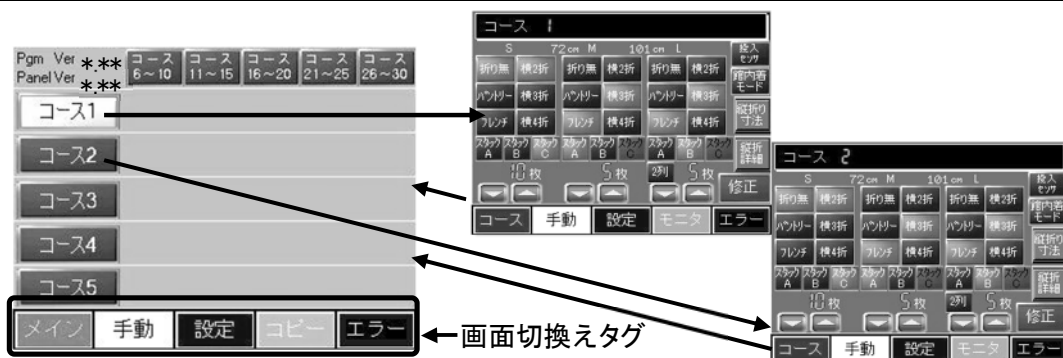

Figure 7-7 コース選択 / 設定
- コース選択画面 (Figure 7-7) の左上に、プログラム Ver (Pgm Ver) とパネル Ver (Pgm Ver) が表示されています。トラブル等のお問合せの際にお伺いすることがあります。
- 1) **折設定**を押すと、コース設定画面 (Figure 7-7)に戻ります。
- 1) コース設定画面 (Figure 7-7) を表示し、[Start]スイッチ (Figure 7-1) を押してください。